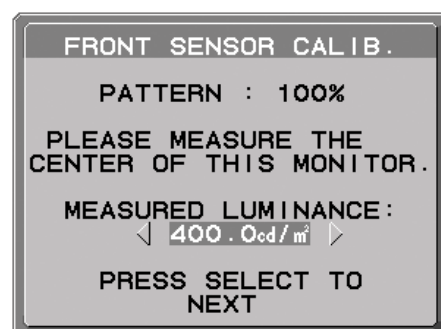

Рисунок S.5
7. Отобразится руководство пользователя. Измерить яркость в центре дисплея с помощью внешнего датчика яркости близкого диапазона. Ввести измеренное значение в MEASURED LUMINANCE с помощью клавиш управления, а затем нажать SELECT (**Рисунок S.5**).